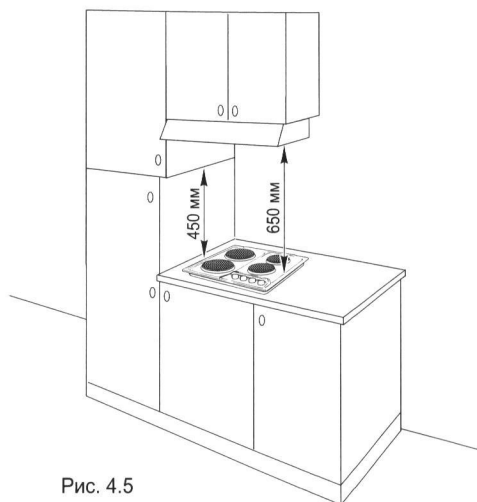

Рис. 4.5
✓ Расстояние между варочной поверхностью и настенным шкафом или вытяжным колпаком, установленным непосредственно над ней, должно быть не менее 650 мм (Рис. 4.5).
**ПРИМЕЧАНИЕ:** При установке варочной поверхности над духовым шкафом, необходимо предусмотреть наличие принудительной системы вентиляции. Благодаря каналам естественной вентиляции, показанным на Рис. 4.5, обеспечивается надлежащее охлаждение варочной поверхности.